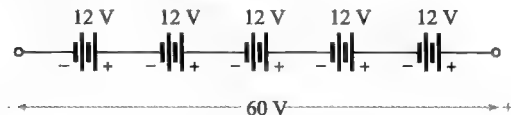

图 4-91 测试题 1 答案
1. $60\text{V} / 12\text{V} = 5$ ；见图 4-91。